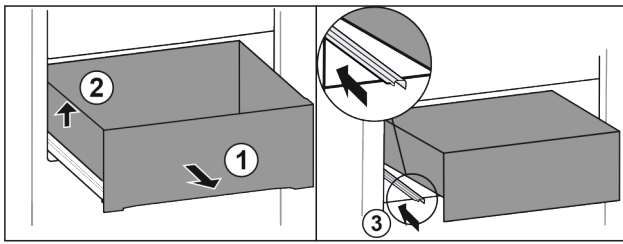

Fig. 89
- ▶ Витягніть висувний ящик до упору. Fig. 89 (1)
- ▶ Підняти висувний ящик ліворуч. Fig. 89 (2)
- ▶ Вставити ліву рейку. Fig. 89 (3)